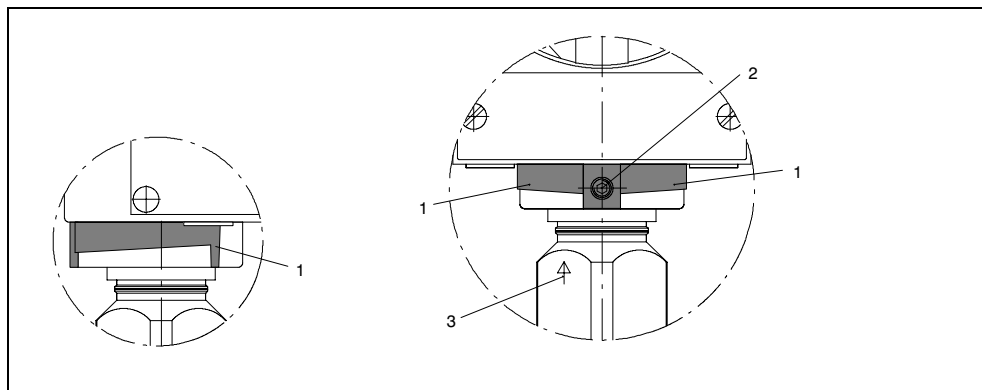

Figura 21 Zona de giro de la célula de medida
¡Sólo se permite un giro limitado! La zona de giro (1, Figura 21) está marcada en el pie de la carcasa de la electrónica; en el cuello de la célula de medida se encuentra una marca para orientación (3), que durante el giro debe permanecer dentro de la zona marcada.